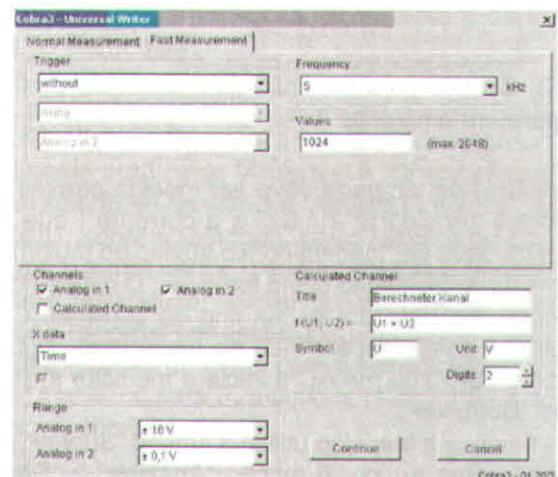

Fig. 2: Configurações do "Universal Writer"
1. Conecte a unidade básica Cobra3 na porta USB do computador e inicialize o programa "measure" (medição). Selecione "Gauge" > "Universal Writer". Selecione "Fast measurement" e ajuste os parâmetros de acordo com a Fig. 2.